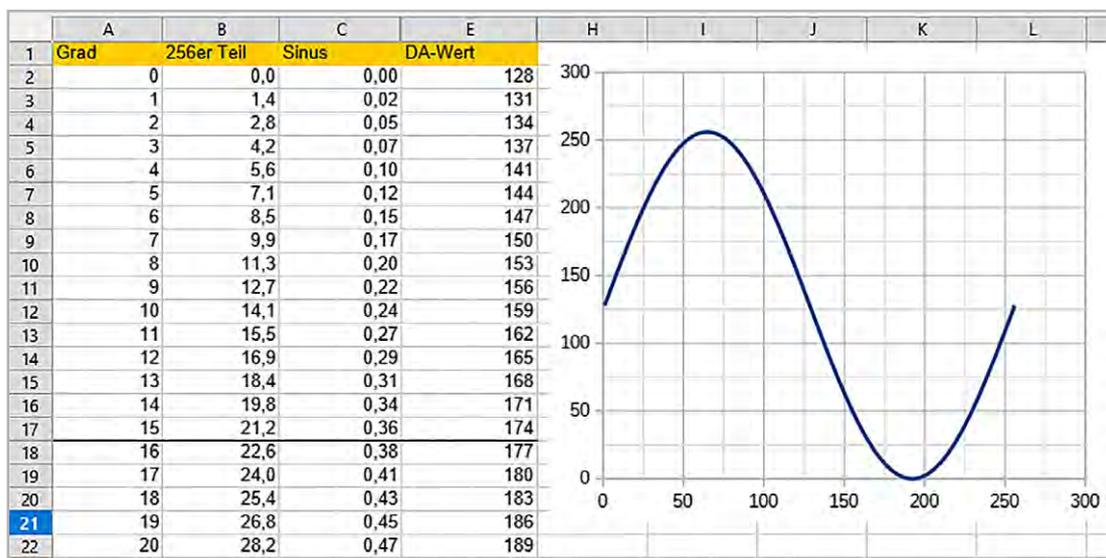

Bild 6: Daten in einer Tabellenkalkulation
z. B. einen sinusförmigen Spannungsverlauf. Die gewünschte Funktion muss mit Copy & Paste in alle 256 Zellen kopiert werden. Bild 6 zeigt einen Ausschnitt aus der entsprechenden Tabelle. Ein passendes Spreadsheet-Beispiel (FuncTable.xls) findet sich zudem im Download-Paket.